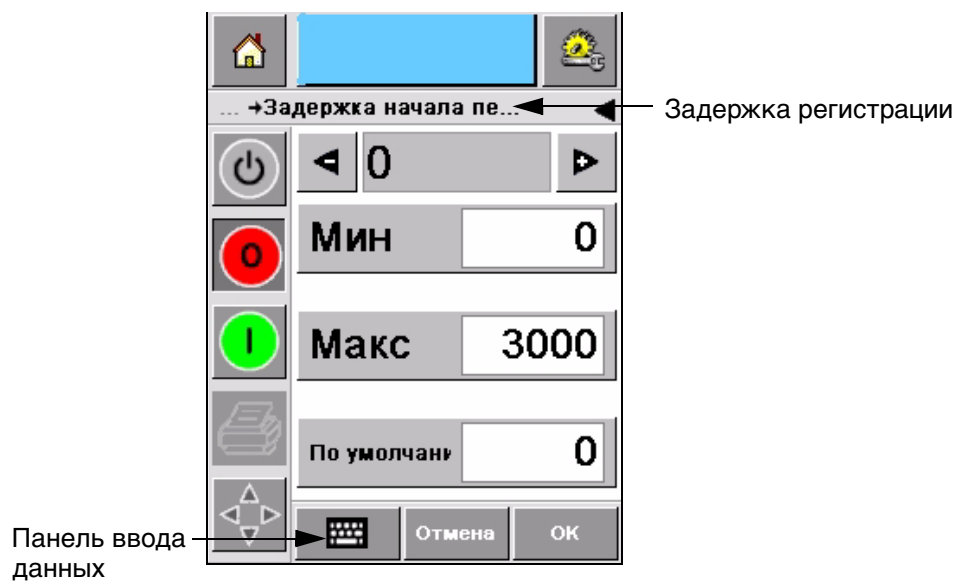

Рисунок 5-15: Задержка регистрации
- 2 Коснитесь *пиктограммы Registration Delay (Задержка регистрации)*. Введите новое положение печати (в миллиметрах) при помощи клавиатуры (Рисунок 5-15).